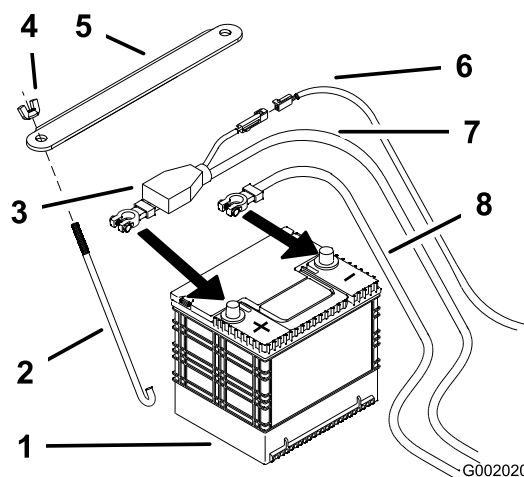

Figure 50
4. Commencez par débrancher le câble négatif de la batterie de la borne négative (-) de la batterie (Figure 50).
5. Ôtez le capuchon rouge de la borne positive (rouge) de la batterie. Débranchez ensuite le câble positif (rouge) de la batterie (Figure 50).
1. Placez la batterie dans son support en tournant les bornes à l'opposé du réservoir hydraulique (Figure 50).
4. Fixez les câbles à l'aide de 2 boulons (1/4 x 3/4 po), 2 rondelles (1/4 po) et 2 contre-écrous (1/4 po) (Figure 50).
6. Fixez la batterie en position avec des boulons en J, une barrette de maintien et 2 rondelles (1/4 po), ainsi que 2 écrous à oreilles (1/4 po) (Figure 50).